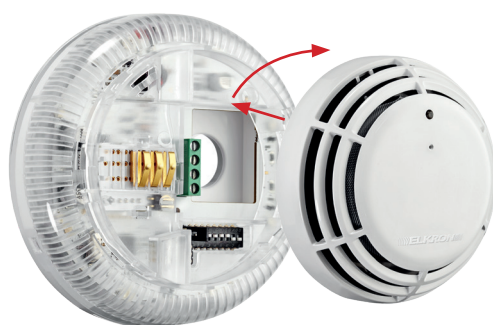

Fig. 2
- ✓ Agganciare il rivelatore alla base ruotando nel senso della freccia (Fig. 2)